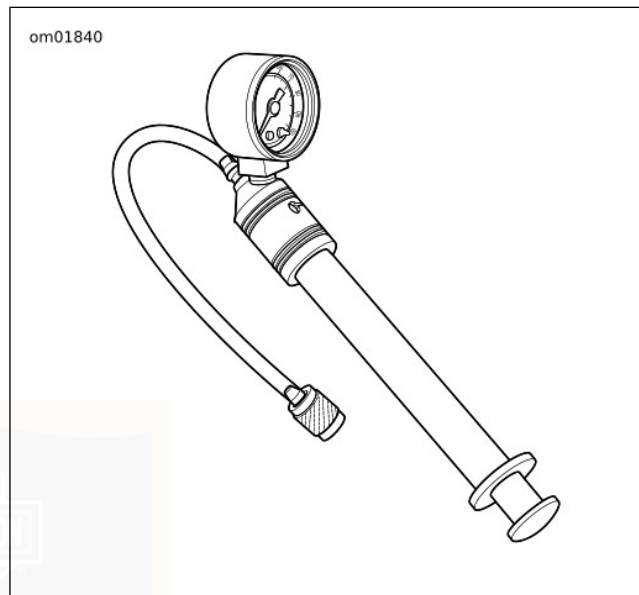

Figura 31. Bomba de suspensão e manômetro (HD-34633)
3. Ver Figura 31. Ligar BOMBA E INDICADOR DE SUSPENSÃO PNEUMÁTICA (N.º DE REF.º: HD-34633) à válvula de ar. Adicionar ou purgar ar aos/dos amortecedores até ser obtida a pressão especificada para a carga e modelo de motociclo em causa. Consultar Tabela 22 e Tabela 23.